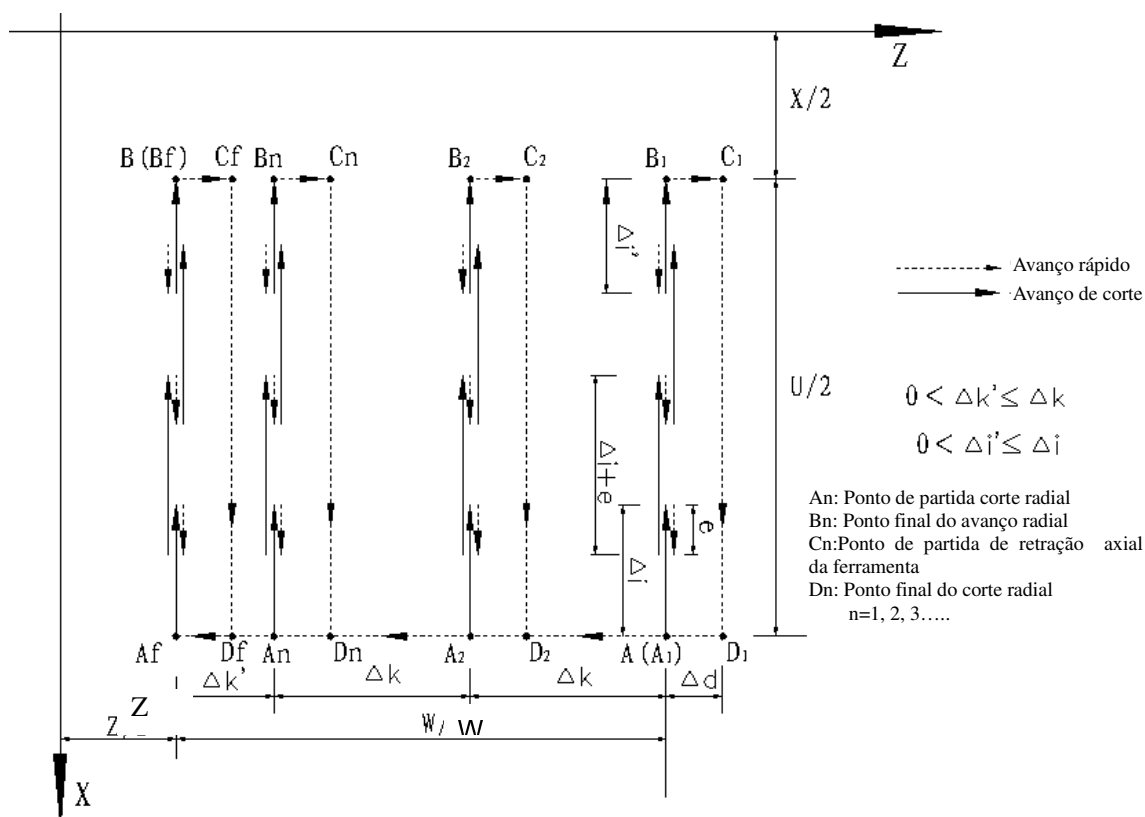

Fig. 3-47 Caminho G75
**Processo de execução:** (Fig. 3-47)
- ① Corte radial (X) avanço  $\Delta i$  do ponto inicial do ciclo de corte radial, avanço em X direção negativa quando a coordenada de corte do ponto final é menor que o ponto inicial em direção X, caso contrario, avanço no X direção positivo;
- ② Radial (X) retração rápida da ferramenta e direção oposta a direção de avanço de ①;
- ③ X executa o avanço de corte ( $\Delta k + e$ ) novamente, o ponto final de avanço de corte ainda esta entre o ponto An do ciclo de corte radial e ponto final de penetração radial da ferramenta, X executa o avanço de corte ( $\Delta i + e$ ) novamente e executa ②; depois da execução do avanço de corte X ( $\Delta i + e$ ) novamente, o ponto final de avanço de corte esta encima de Bn ou não esta entre An e Bn avanço de corte para Bn e então executa ②;
- ④ Axial(X) retração rápida da ferramenta  $\Delta d$ (valor em raio) para Cn , quando coordenada Z de Bf (ponto final de corte) é menor que A(ponto de partida), retração da ferramenta em Z positivo, caso contrario, a ferramenta retrai e na direção Z negativo;
- ⑤ Radial(Z) retração rápida da ferramenta para Dn, No. n ciclo de corte radial esta completo. Se o ciclo atual de corte radial não é o anterior, executa ⑥ ; se for o anterior antes do último ciclo de corte radial, execute ⑦;
- ⑥ Axial (X) ferramenta mergulho rápido, e direção oposta à ④ retrain a ferramenta. Se o ponto final da penetração da ferramenta ainda é sobre ele entre A e Af (ponto de partida do último ciclo de corte radial) após Z executa a penetração da ferramenta